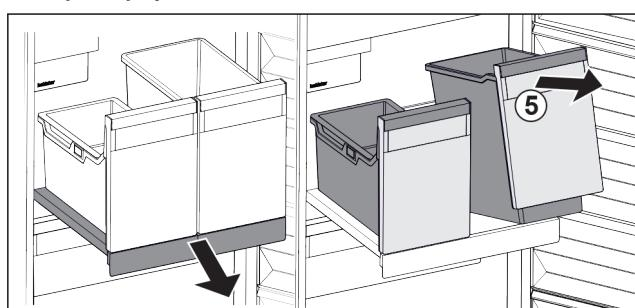

Fig. 28
- Posodo Fig. 28 (5) dvignite naprej.